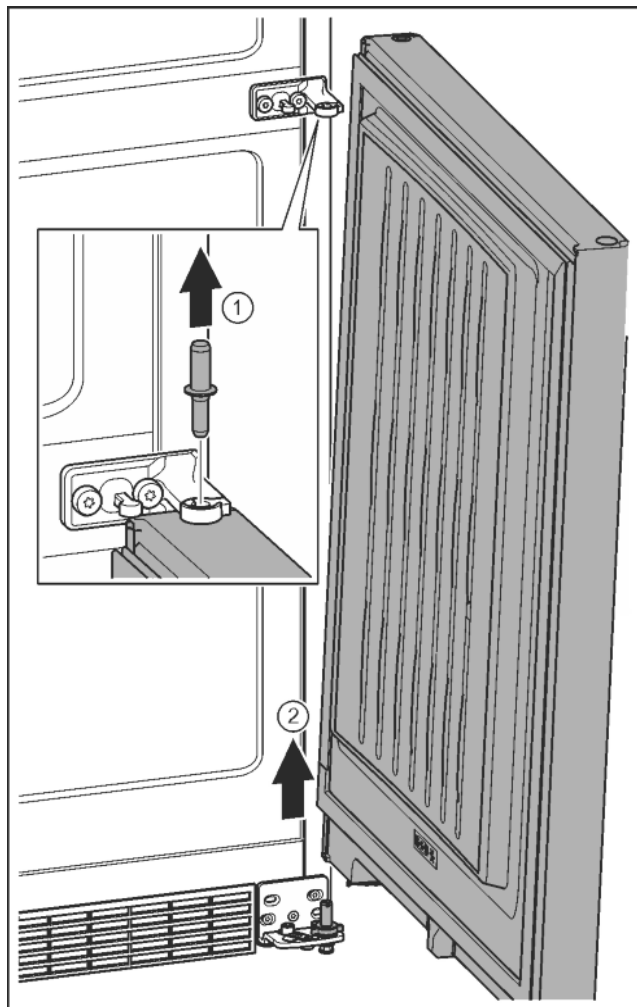

Fig. 11
- ▶ Čap vyťahnite nahor. *Fig. 11 (1)*
- ▶ Dvere vyklopte von, nadvihnite smerom hore a odložte nabok. *Fig. 11 (2)*